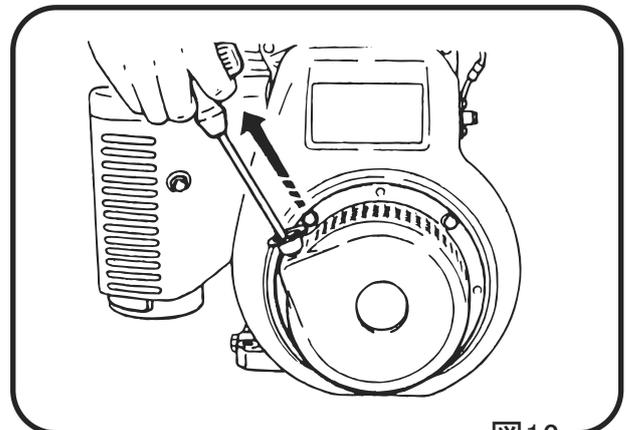

図 12
- 4 リコイルスターターノブを握り、少し引くと軽く手応えがあります。そこから勢い良く引っ張って下さい。この時、ロープをあまり引っ張り過ぎますとロープを引き抜くおそれがありますからご注意下さい。(図 12)